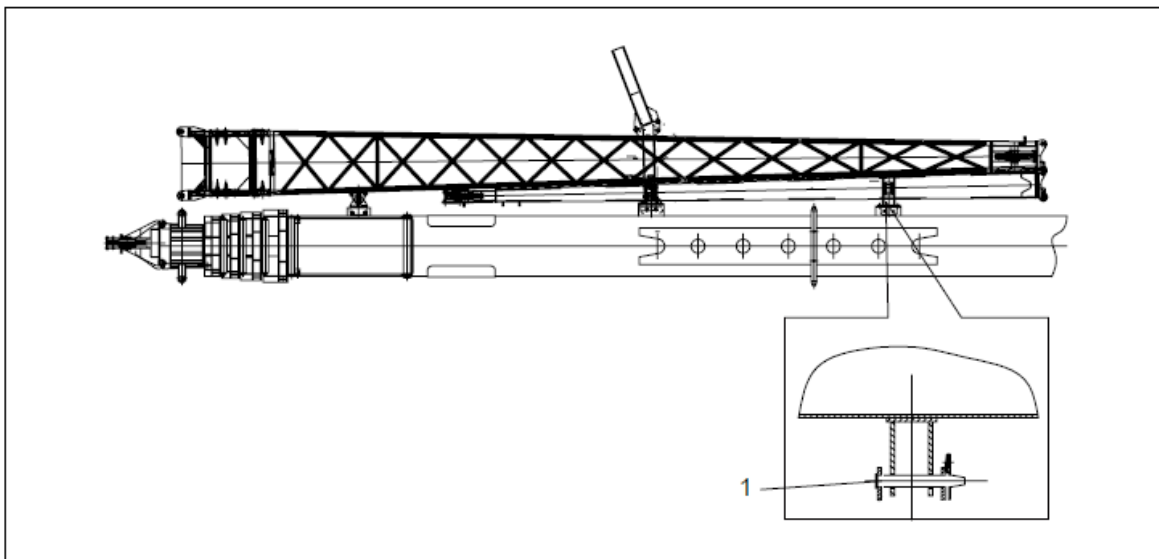

Fig.4-3.53
2) Manter a rotação do braço para movê-lo em direção a lança, em seguida, instale o eixo do pino B (ver Fig.4-3.53). O braço é assim convenientemente recolhido;